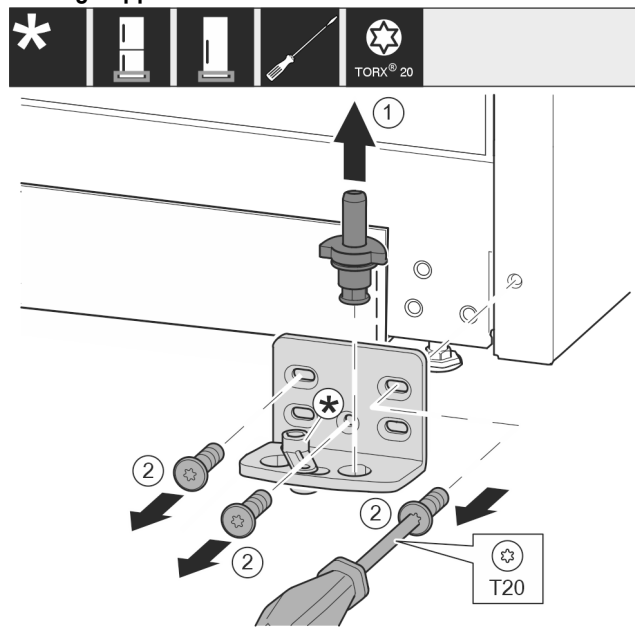

Fig. 15
- ▶ Estrarre completamente il perno di supporto verso l'alto. Fig. 15 (1)
- ▶ Svitare le viti con il cacciavite T20 e rimuovere il blocco di supporto. Fig. 15 (2)